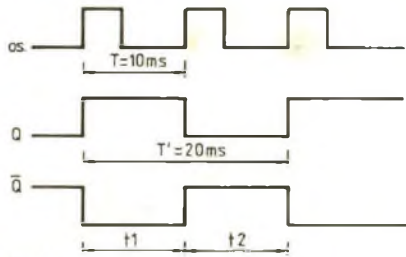
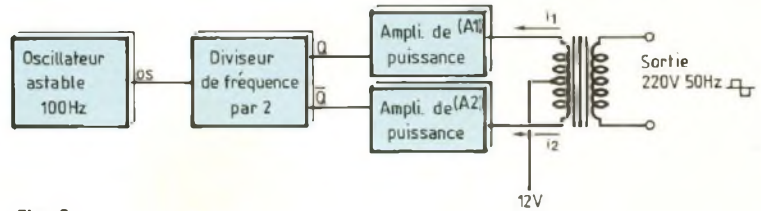

Fig. 1
Fig. 2
- La troisième idée, et c'est celle qui sera retenue, consiste à se contenter d'une tension de sortie rectangulaire mais à une fréquence de 50 Hz stable. Les utilisations courantes : lampes à incandescence, petits moteurs, acceptent sans problème cette forme de tension non sinusoïdale. D'ailleurs, les constructeurs de convertisseurs de petite puissance adoptent cette solution économique. Remarquons que pour un signal rectangulaire, la valeur efficace est égale à l'amplitude. Le schéma structurel du convertisseur est alors le suivant (figure 1) et les principaux chronogrammes figure 2.
Lorsque l'entrée Clock est sollicitée par le signal délivré par l'astable, les sorties 12 et 13 fournissent simultanément deux signaux rectangulaires Q et \bar{Q} identiques mais en opposition de phase (fig. 2).